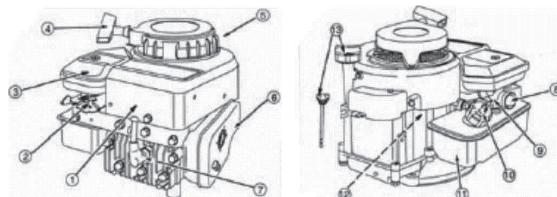

Рис. 3
### Основные части двигателя (Рис. 3)
Основным элементом газонокосилки является 4-х тактный двигатель внутреннего сгорания (Рис. 3), с вертикальной осью коленвала и его основные части: (2) - рычаг дросселя; (3) - фильтр воздушный; (4) - стартер ручной; (5) - защитный кожух; (6) - глушитель; (7) - свеча зажигания; (8) - кнопка топливного насоса; (9) - карбюратор; (10) - пробка бензобака; (11) - бензобак; (12) - корпус двигателя; (13) - маслоналивная горловина.